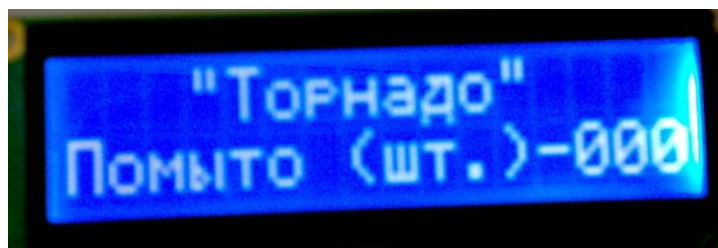

Рис. 6.2.
6.5. В ждущем режиме дисплей отображает количество помытых колес (рис.6.2). При достижении количества равного 200 колес** на экране высветится надпись: «Замените воду» и перестанут запускаться программы. Для обнуления счетчика и сброса сообщения необходимо нажать и удерживать кнопку «Обдув воздухом «V» до тех пор, пока сообщение не пропадет (3-5с).